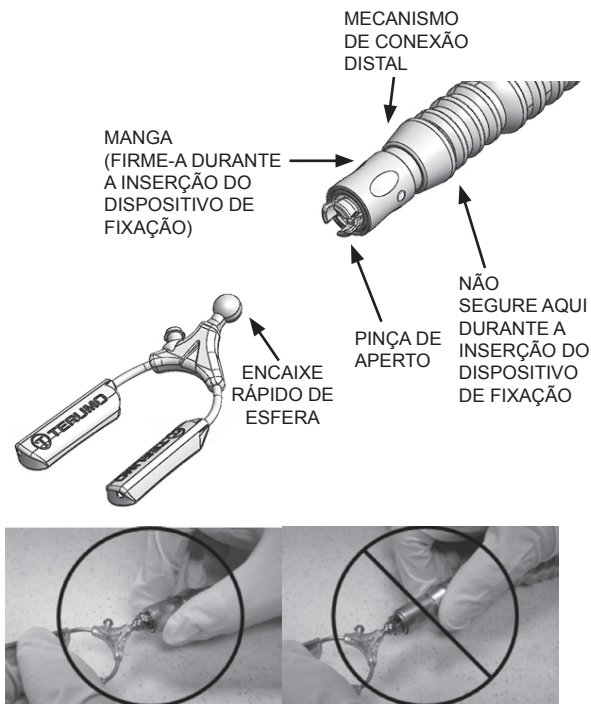

Figura 5 – Dispositivo de fixação do dispositivo acessório do braço estabilizador universal Hercules™ 360 (Referência do Produto T401160)
- b. Para a conexão de um dispositivo de fixação de ENCAIXE RÁPIDO DE ESFERA Terumo, segure a manga do braço estabilizador universal Hercules e pressione a esfera do acessório para dentro da pinça de aperto do braço estabilizador universal Hercules (consulte a Figura 5). Verifique se o encaixe está firme.